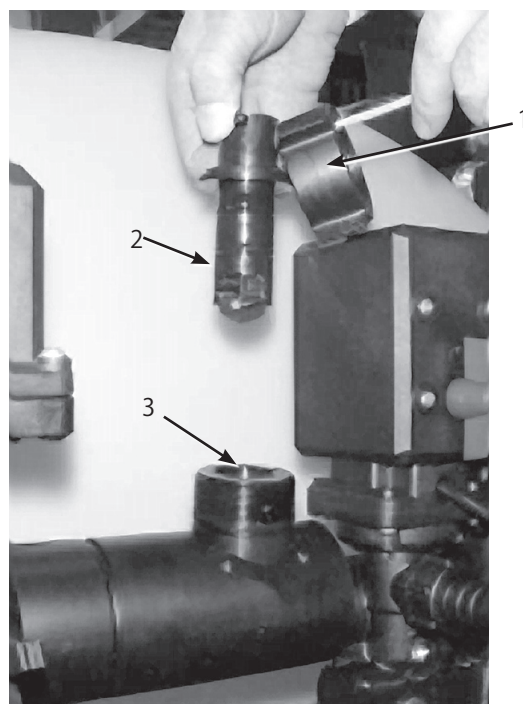

図62
2. フローメータのボディーについているリテーナ・キャップ (図62) を取る。